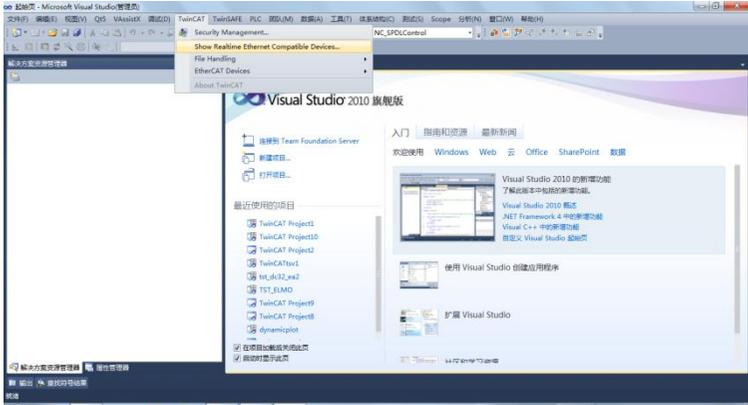
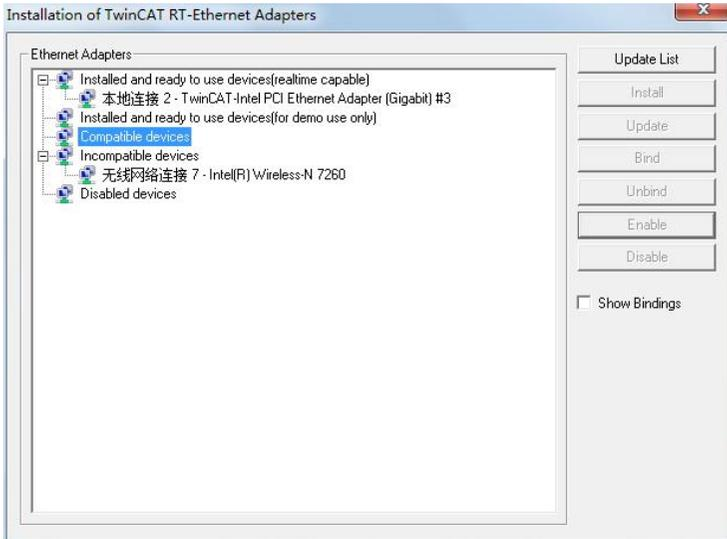

图 1
图 2
- 2、启动软件 TwinCAT XAE (VS 2010)，名称与电脑安装的 VS 版本相关。查看电脑兼容的网口设备，点击 TwinCAT 菜单下对应选项（图 1），出现安装对话框，找到所使用的兼容主站网卡，安装实时网卡驱动，安装完后如图 2 所示。